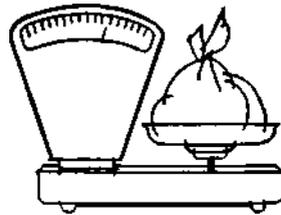

fig. 7
- g) Tire o saco onde caiu o adubo. Pese o adubo (fig. 7). Compare o peso do adubo do saco com a quantidade de adubo recomendada para 50 metros de sulco.